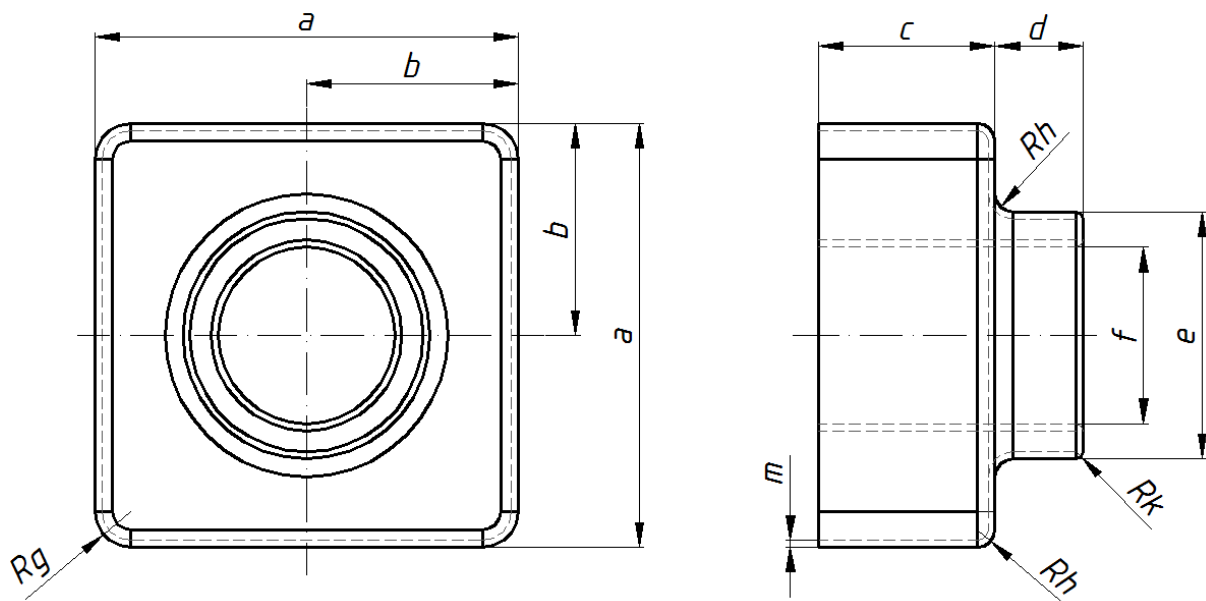

Рис. 29
2. За допомогою графічного пакету SolidWorks та згідно з інструкціями, які викладені в розділі «Робота з графічним пакетом SolidWorks» виконати конструювання однієї з деталей, що зображені на рис.29, 30, 31 .